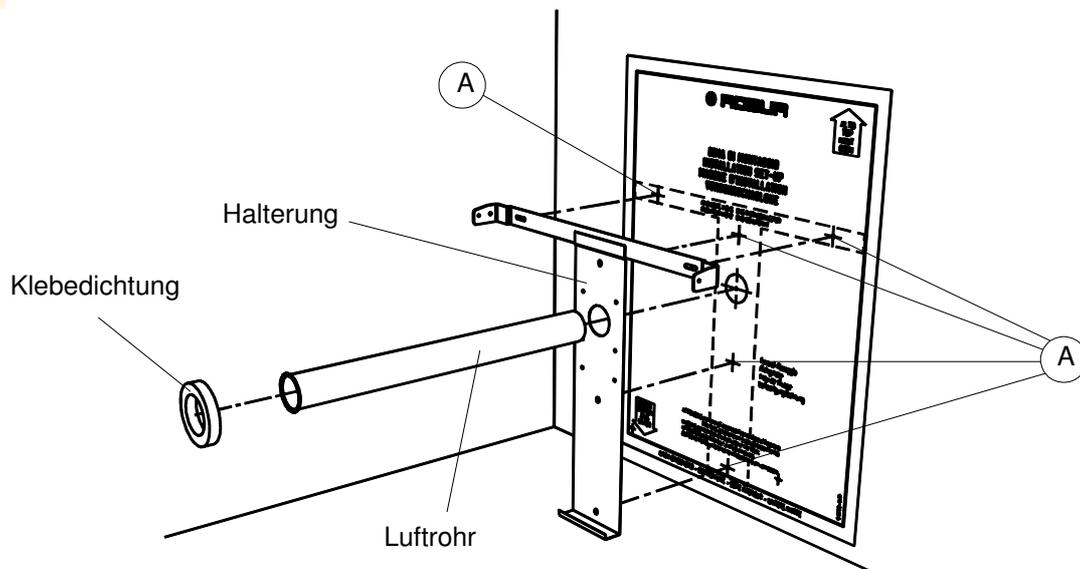

Abbildung 6 – Positionierung der Halterung und Bohrungen für die Modelle 41, 42, 51 und 52
4. Führen Sie die Bohrung ($\varnothing 50$ mm) für das Hauptrohr aus und die Bohrungen A (siehe Abbildung 6) zur Befestigung der Wandkonsole (6 mm-Bohrungen zum Einsetzen der mitgelieferten Dübel ausführen).
7. Die Halterung und das Luftrohr $\varnothing 49$ positionieren und dabei darauf achten, dass die Aufbördelung bündig mit der Halterung ist (siehe Abbildung 6).
8. Die Halterung mit Schrauben befestigen und die runde Klebedichtung um die Bohrung der Halterung anbringen (siehe Abbildung 6).